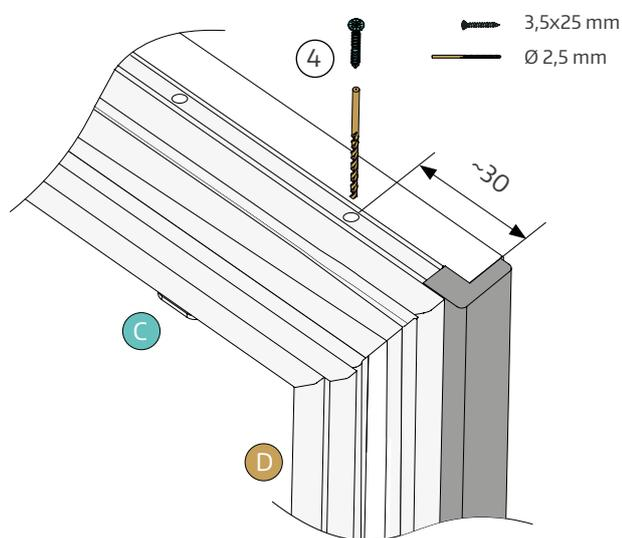

Fig. 3
- ③ Appliquez la colle sur le profil de l'ouvrant en fibre de verre (voir les fig. 3 et fig. 4), positionnez le profil en bois puis fixez-le avec des vis 3,5x25 mm.
- ④ Effectuez par avance les perçages prédéfinis avec un foret de 2,5 mm et aux extrémités en retrait de 30 mm (voir la fig. 3). Fixez ensuite le profil d'étanchéité supérieur avec des vis de 3,5x25 mm (voir les fig. 3 et 4).
**IMPORTANT !** Veillez à ce que les perçages situés à l'intérieur du profil d'étanchéité soient effectués avec une légère inclinaison (voir la fig. 3).
- ① Coupez le profil d'étanchéité à la dimension voulue ( $L = H \text{ ouvrant} - 9 \text{ mm}$ ).
- ② Appliquez le scellant (voir les fig. 1 et fig. 3).
- ③ Effectuez les perçages prédéfinis avec un foret de 2,5 mm et aux extrémités en retrait de 60 mm.
- ④ Fixez le profil d'étanchéité avec des vis de 3,5x25 et 3x40 mm (voir les fig. 2 et fig. 3).